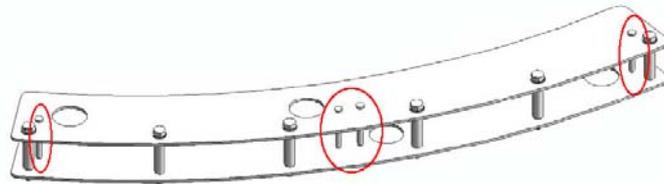

Fig.03 Inserimento degli spinotti
5. Inserire nelle apposite sedi i 4 spinotti (Fig.03).